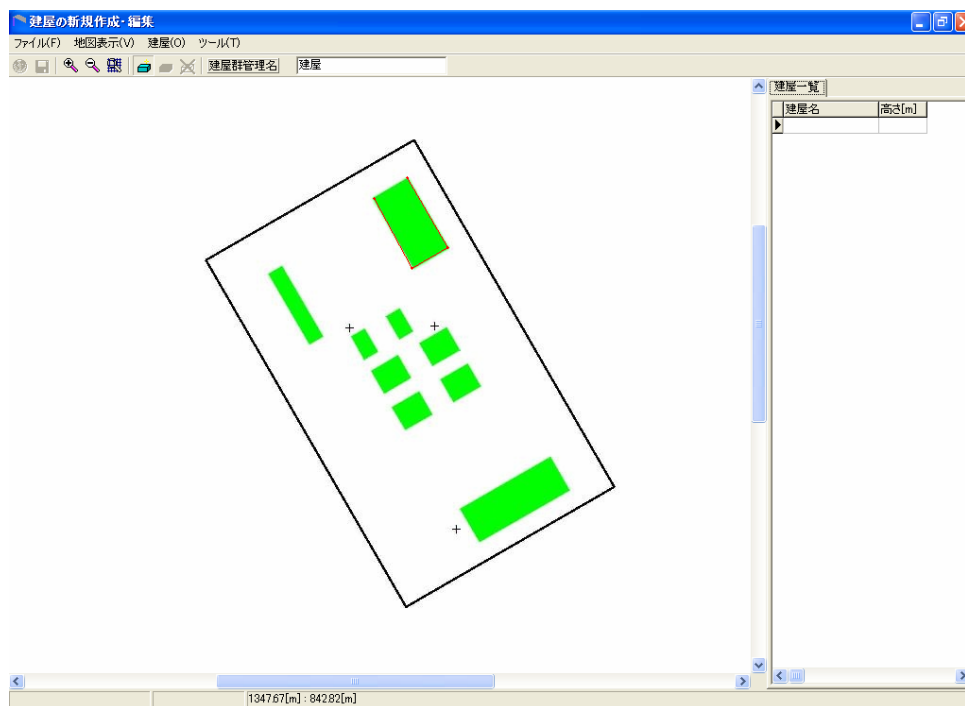

図 6.5-23 建屋の登録 (1)
- 3)  (青) を押して、カーソルが+に変わったら、建屋の頂点を時計回りに順番にクリックしていきます。建屋は、四角形とは限らず、凹凸型のような多角形もありますので、形状に沿って順番にクリックします。最初と最後の点がきちんと合わなくとも、最後の点は自動的に最初の点と結ばれます(図 6.5-23)。